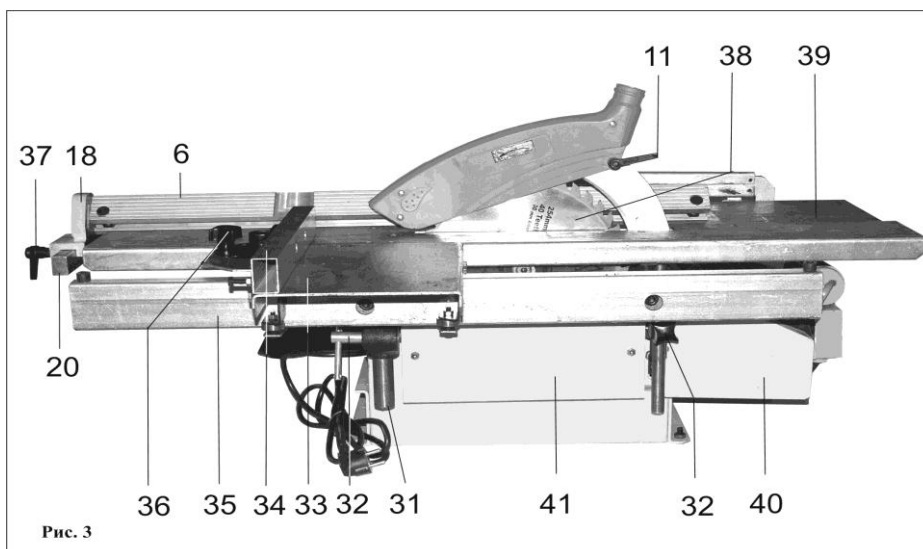

Рис. 3
8.2.1. Как показано на Рис. 3, 4, ослабьте положение двух винтов фиксации (32), демонтируйте (поднимите вверх) пильный рабочий стол (39), снимите защитный кожух (41), установите и закрепите пильный диск (38).